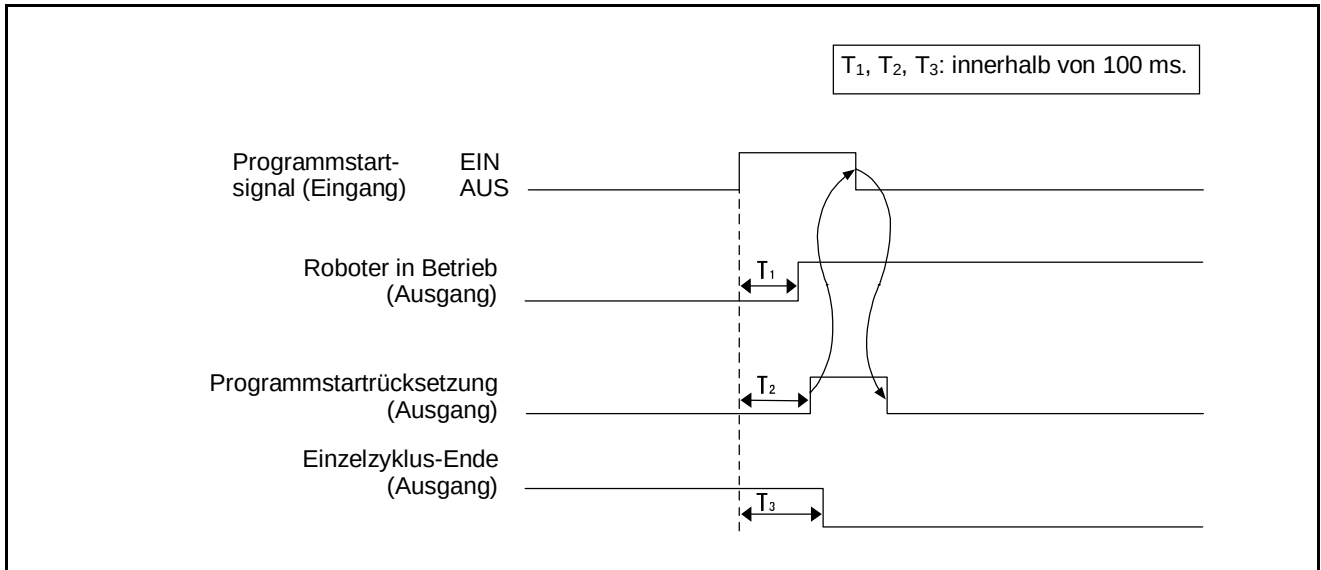

Abbildung 5-44 Zeitverhalten des Signals "Programmstart" (liegt an)
②: Der Status der Signale "Roboter Ausführung", "Programmstart rücksetzen" und "Ausgang Einzelzyklus-Ende" ändert sich nacheinander nach der Eingabe des Signals "Programmstart" ($T_1 \rightarrow T_2 \rightarrow T_3$ in Abbildung 5-44).
Die Änderung des Status dieser Signale erfolgt innerhalb von 100 ms nach dem Anlegen des Programmstartsignals (EIN), wie in Abbildung 5-44 dargestellt.